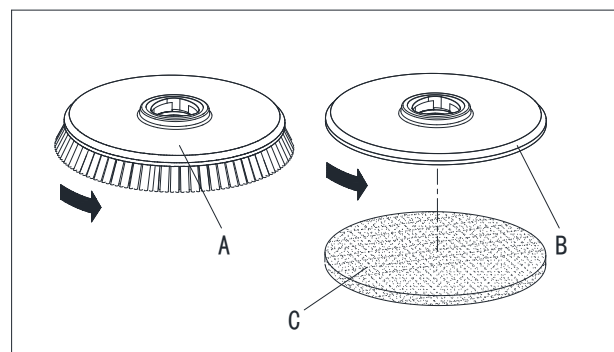

Figure 4
Installer soit la brosse (A, Figure 4) ou le support de disque (B et C, Figure 4) selon le type de sol à nettoyer.
1. Insérer la clé de contact (54) et la tourner sur "O".
2. Soulever la tête de brosse en appuyant sur la pédale (10).
3. Le cas échéant, tourner le dispositif de réglage de vitesse (56) au ralenti en le tournant dans le sens antihoraire.
4. Placer les brosses (A, Fig. 4) ou le support de disque (B) sous la tête de brosse (21).
5. Abaisser la tête de brosse sur les brosses/les supports de disque en appuyant sur la pédale (10).
6. Tourner la clé de contact (54) sur "I".
8. Appuyez sur l'un des commutateurs d'entraînement de brosse/avant (50) pour engager la brosse/le support de disque, puis le relâcher. Si nécessaire, répéter la procédure jusqu'à ce que les brosses/les supports de disque sont engagés.